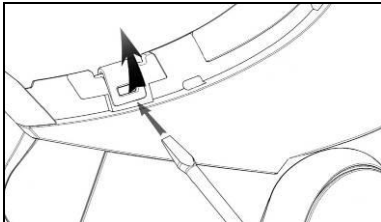

Abb. 30
- Haken Sie den rechten und linken Befestigungsclip der Helmschale los, indem Sie sie mit einem flachkantigen Schraubenzieher oder einem ähnlichen Werkzeug mit Hebelwirkung nach außen drücken, und zwar wie auf Abb. 30 dargestellt.